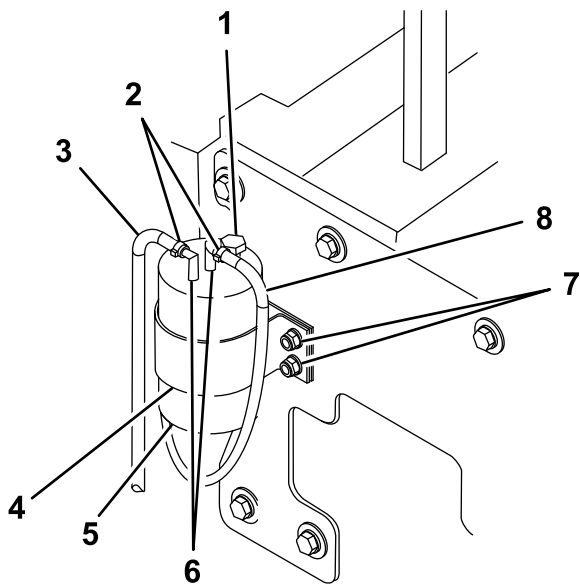

Figure 64
4. Localisez la cartouche de filtre à carburant/séparateur d'eau sur le côté avant droit de l'écran pare-chaleur du réservoir de carburant (Figure 64).
6. Desserrez les colliers qui maintiennent les 2 conduites de carburant (Figure 64).
7. Desserrez les 2 écrous qui fixent la sangle de retenue de la cartouche de filtre à carburant/séparateur d'eau et la cartouche aux goujons sur l'écran pare-chaleur du réservoir de carburant (Figure 64).